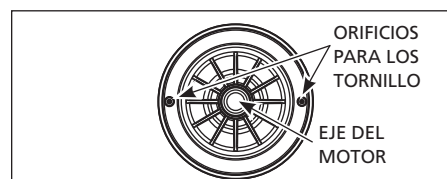

Figura 14 - Reemplazo de la Placa Sellado
- Deslice con cuidado la placa de sellado sobre el eje de modo que no se mueva el sello de su posición en la placa de sellado. La placa de sellado debe orientarse durante el armado de forma que los dos orificios estén en línea horizontal a través del eje del motor (Figura 14). Esta ubicación se debe hacer para asegurar un drenaje y cebado adecuados.